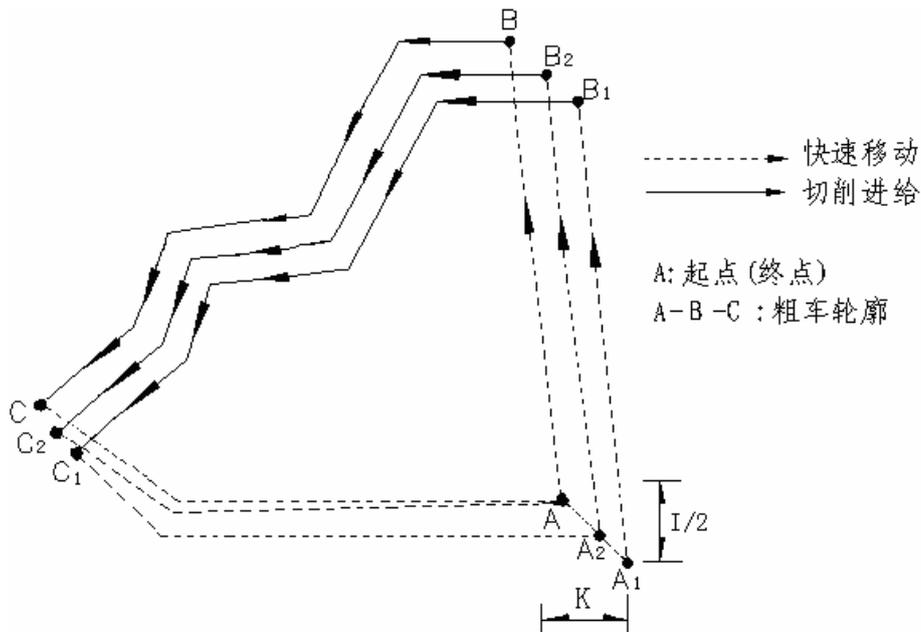

图 4-44 G73 指令运行轨迹
G73 的起点和终点相同，本指令适用于成型毛坯的粗车。G73 指令为非模态指令，指令轨迹如图 4-44。
I— 第一次粗车的 X 轴退刀量，有符号数，参考下图 4-44 中的 I。
K— 第一次粗车的 Z 轴退刀量，有符号数，参考下图 4-44 中的 K。
其中：X (U)、Z (W)、P、Q 描述了下图 4-44 中的 ABCA 封闭轨迹，即从 A 点快速定位到 B 点、然后执行 PQ 程序段到 C 点、然后快速回到 A 点。ABCA 实际上是最后一次粗车的轨迹。
下图 4-44 中的 I、K 描述了先要偏移 I 值、K 值再进行第一次粗车；即执行 $A_1B_1C_1A_2$ 轨迹。L 描述了从第一次粗车开始，总共要进行 L 层剥离，再进行最后一次粗车；每层剥离的吃刀量要均匀，即每层剥离量是 X 轴方向 I/L 、Z 轴方向 K/L ，由 $A_1B_1C_1$ 层，逐渐靠近 ABC 层。实际切削次数为 $L+1$ 次。
【指令执行过程】 如图 4-44。假设 $L=2$ 层。